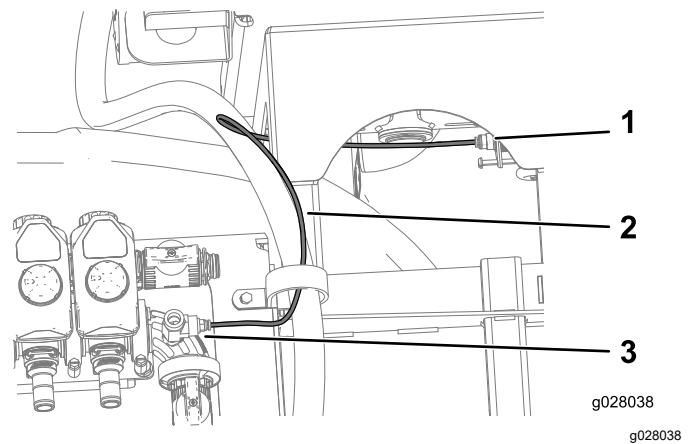

Figura 38
4. Conecte el tubo del transductor de presión al conector del acoplamiento en T en el codo de 90° Figura 38 y al acoplamiento del indicador de presión ().